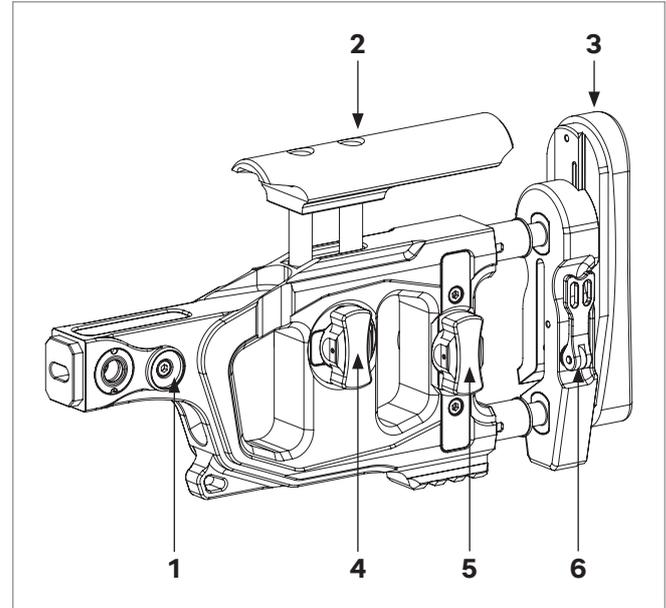

РИС.52
- ▲ Для регулировки высоты щеки (поз.2, РИС.52) поверните рукоять регулятора (поз.4, РИС.52) на 90° против часовой стрелки, при этом щека под действием пружины поднимется вверх. Найдите оптимальную для вас высоту щеки, после чего поверните рукоять регулятора в обратную сторону.
- ▲ Для регулировки длины затыльника (поз.3, РИС.52) поверните рукоять регулятора (поз.5, РИС.52) на 90° против часовой стрелки, после чего вытяните затыльник на нужное расстояние, выбрав позицию, поверните рукоять регулятора в обратную сторону.
- ▲ Для регулировки высоты затыльника потяните рукоять-эксцентрик на себя (поз.6, РИС.52), найдите оптимальную для вас высоту затыльника, после чего верните рукоять-эксцентрик в начальное положение.